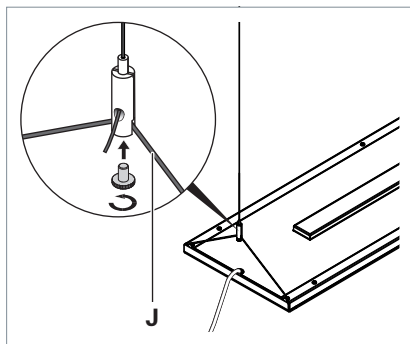

Fig. 9: Fissaggio dell'apparecchio singolo o dell'apparecchio iniziale al fermacavo.
- ▶ Portare il cavo metallico **J** dell'apparecchio nel fermacavo, vedi Fig. 9.